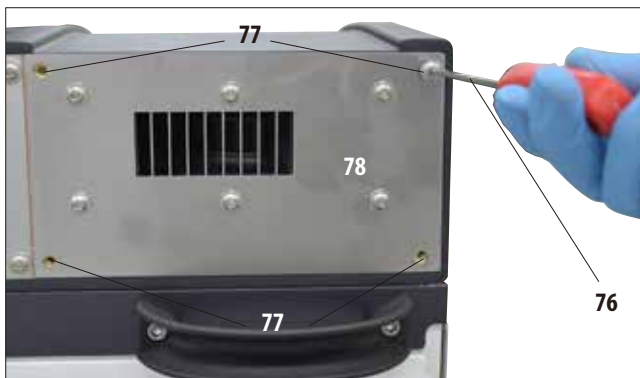

Bild 22
- Lossa de fyra insexskruvarna 77 på instrumentets baksida bild 22 med hjälp av en insexnyckel (storlek 3) 76.
- Sätt fast utsugsflänsen (75) på fläktplåten (78 i bild 22) och fäst den med skruvarna som höll fast plåten.
- Skruva först i alla fyra skruvarna (77) löst och dra sedan åt dem korsvis med insexnyckeln (storlek 3) (76) till ett åtdragningsmoment på 0,5 Nm (bild 22, 23). Se till att fläktplattan och flänsen är i jämnhöjd med varandra.